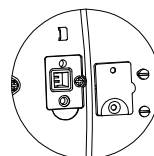

Figura 4-2. Pines LFT
2. Retire la cubierta de seguridad que se encuentra en la parte inferior de la báscula para acceder a las dos patillas que están ubicadas en una ranura (consulte la figura 4-2). Cortocircuite estas patillas (puede utilizar un destornillador de hoja plana mientras **enciende** la báscula. La báscula realizará el procedimiento de puesta en funcionamiento y después mostrará el estado actual [LFT OFF] (LFT OFF, unlocked) o [LFT ON] (LFT OFF, locked), pulse la tecla 'No' para cambiar esta configuración, o pulse la tecla 'Yes' para confirmarla.